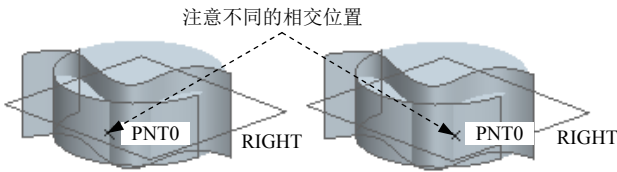

图 8.1.11 创建的交点
(1) 如图 8.1.11 所示, 如果曲面 A、模型圆柱曲面和 RIGHT 基准平面有两个或两个以上的交点, 则图 8.1.10 对话框中的 **下一相交** 按钮将变亮, 单击该按钮, 系统则在另一交点处创建基准点。